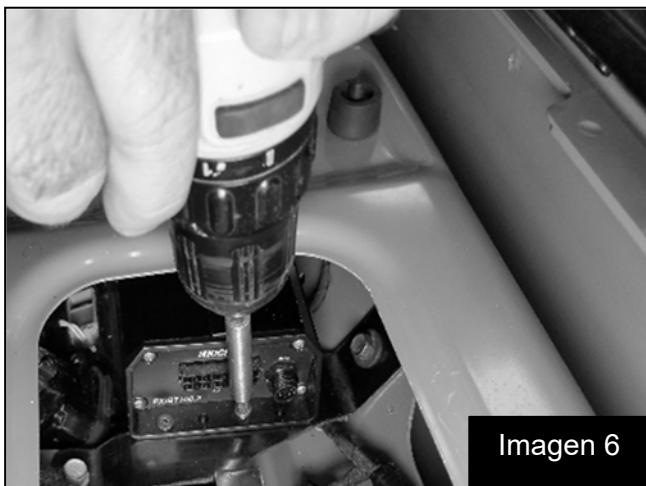

Imagen 6
9. Instale el amplificador en el soporte del amplificador con los tornillos suministrados (tornillos cortos, 4 uds.). Imagen 6